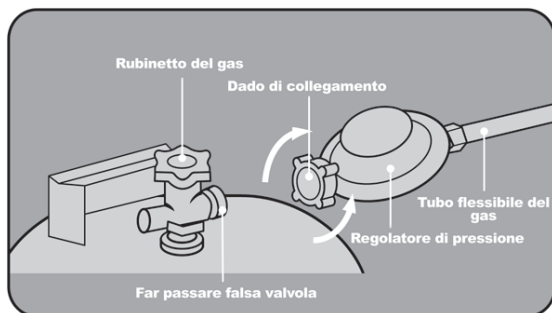

Fig. 2: Montaggio del regolatore di pressione
3. Collegare il riduttore di pressione alla bombola del gas, avvitando il dado di collegamento (11) del riduttore di pressione (9) mediante rotazione a sinistra (manualmente) sulla filettatura della valvola della bombola (12) (vedi Fig. 2).
Dopo l'esecuzione delle prove necessarie è possibile mettere in funzione il radiatore a gas. Seguire le operazioni descritte (vedi anche pagina 8, Fig. 2):